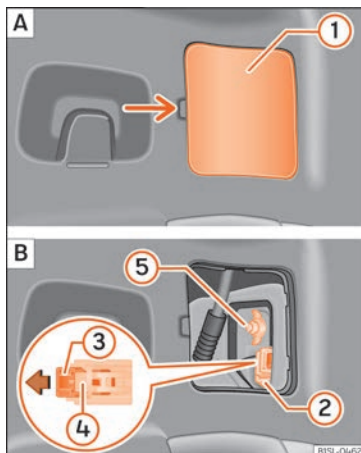

Abb. 52 Seitlich im Gepäckraum: Rückleuchte ausbauen.
- Abdeckung **1** vorsichtig abhebeln **» Abb. 52 A**.
- Verriegelung **3** des Anschlusssteckers **2** in Pfeilrichtung ziehen **» Abb. 52 B**. Nutzen Sie dazu den Schraubendreher aus dem Bordwerkzeug.
- Verrastung **4** drücken und den Anschlussstecker **2** abziehen **» Abb. 52 B**.
- Flügelmutter **5** herausdrehen **» Abb. 52 B**.
- Mit einer Hand die Rückleuchte an der Einbauposition halten und mit der anderen die Flügelmutter festdrehen ⑤ » Abb. 52 [B].
- Anschlussstecker ② auf den Lampenhalter stecken und Verriegelung ③ entgegen der Pfeilrichtung in den Stecker drücken » Abb. 52 [B].